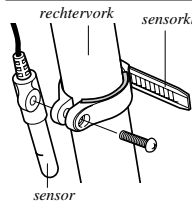

Fig. 10
2. Bevestig de zo verkregen klem samen met de sensor om de vork en draai de schroef nog niet te vast aan (fig. 10).